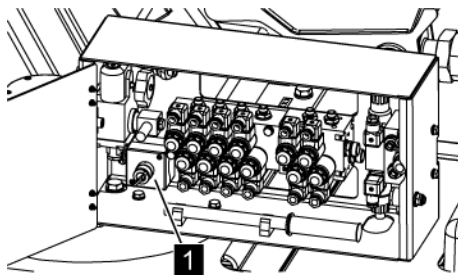

Abb. 188: Schlüsselschalter
8. → Den Schlüsselschalter (Abb. 188/1) auf Position "I" stellen.